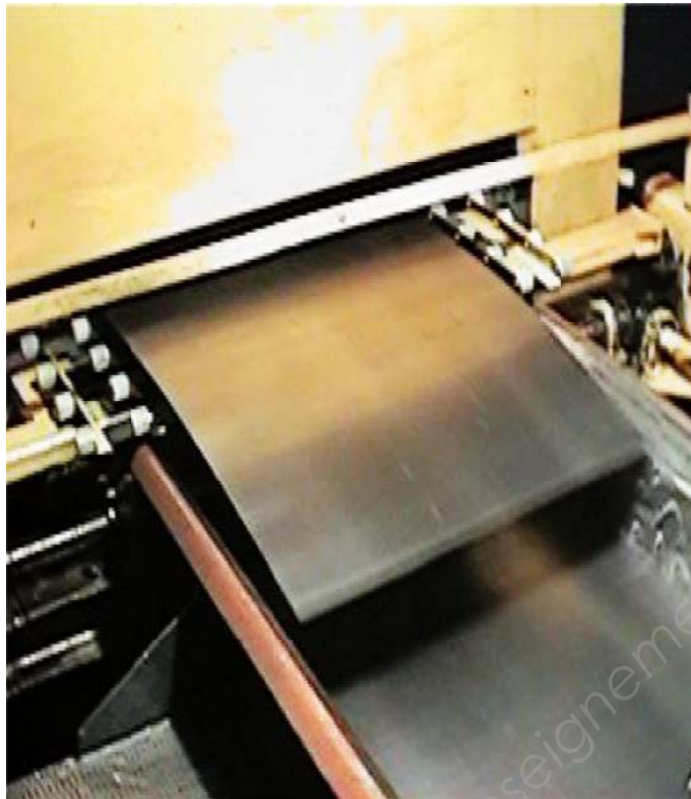

Figure 8 Vue de la cisaille sortie de tôles.
- au découpage en feuilles (cisailage voir figures 8 et 9),